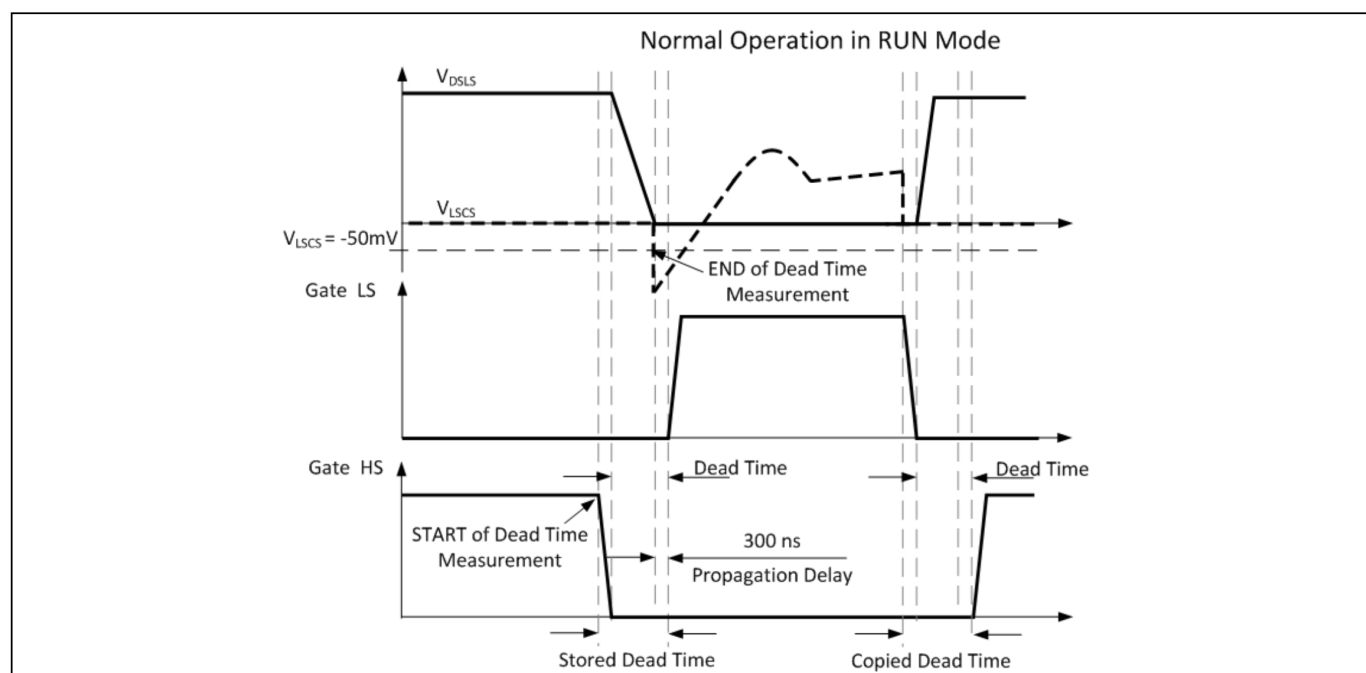

图 17 HB 自适应死区时间
ICL5102HV HB 低边 (LS) 和高边 (HS) 栅极驱动器导通信号之间的死区时间是自适应的。死区时间的典型调节范围为 250 至 750 ns。死区时间的测量方法是：在 HS 栅极驱动器关断后，直到引脚 LSCS 上的电压降至 -50 mV 以下。如图 17 所示，该时间将用于 LS 和 HS 之间的死区时间。